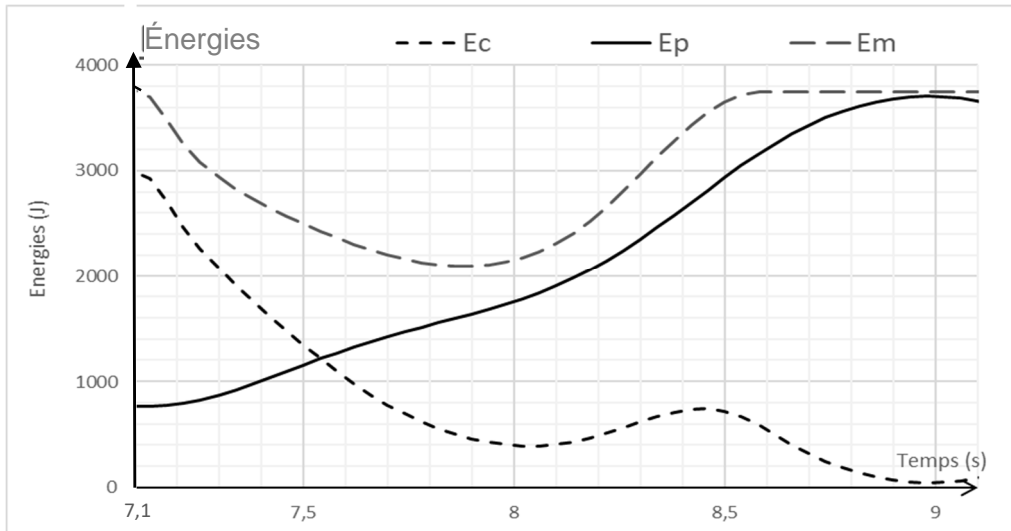

Figure 3 : Énergie mécanique E_m , énergie cinétique E_c et énergie potentielle de pesanteur E_p du perchiste au cours du temps lors de la phase ascendante
La figure 3 montre l'évolution des différentes formes d'énergie du perchiste au cours de cette phase.
- 2.3. Identifier, sur la figure 3, les différentes étapes de la phase ascendante, en indiquant pour chaque étape l'instant du début et de la fin de l'étape.